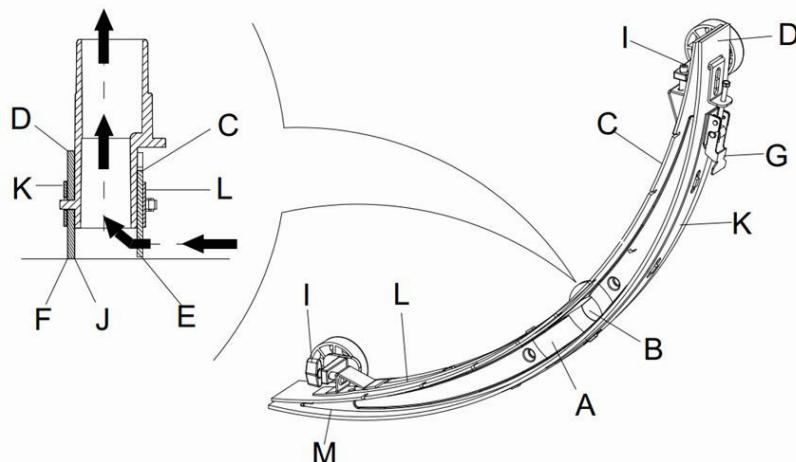

Figure 15
2. Appuyez sur l'interrupteur d'alimentation (41) sur la position "O" pour éteindre la machine.
3. Dévissez les molettes (16) de la raclette, débranchez le flexible d'aspiration de la raclette puis retirez la raclette.
4. Utilisez la poignée de levage de la raclette (14) pour soulever le cadre de support de la raclette.
5. Nettoyez la raclette (Figure 15). Nettoyez en particulier la rainure (A, Figure 15) ainsi que les saletés et les fragments dans le tube d'aspiration. Vérifiez si la bavette avant (C) et la bavette arrière (D) de la raclette sont intactes et s'il n'y a pas de bords usés ou déchirés. Remplacez-les si nécessaire (voir les étapes dans la partie suivante).
1. Suivez les méthodes indiquées dans la section précédente pour nettoyer la raclette (Figure 15)
2. Vérifiez le bord (E, Figure 15) de la bavette avant de la raclette et le bord (F) de la bavette arrière (D) de la raclette. Sur toute la longueur, ils doivent au même niveau. Dans le cas contraire, réglez leurs hauteurs grâce à la procédure suivante.
- Desserrez le clip (G) pour séparer la bavette arrière (D) de la raclette du support (M) afin de régler la position de la raclette. Après le réglage, verrouillez à nouveau le clip.
- Desserrez la vis de la poignée (I) pour régler la bavette avant (C) de la raclette. Serrez la vis de la poignée après le réglage.
3. Vérifiez si la bavette avant (C) et la bavette arrière (D) de la raclette sont intactes et s'il n'y a pas de bords usés ou déchirés. Si nécessaire, remplacez-les selon les méthodes suivantes. Vérifiez si le bord avant de la bavette arrière de la raclette (J) est usé. S'il est usé, la raclette peut être installée à l'envers (le bord supérieur doit être intact). Si le bord supérieur est également usé, changez-la en suivant la procédure ci-dessous :
- Desserrez le clip (G) pour séparer la bavette de pression du support (M), retirez la barre de fixation (K) puis remplacez ou retournez la bavette arrière (D) de la raclette. Réinstallez la bavette arrière de la raclette dans le sens inverse du retrait.
- Desserrez la vis de la poignée (I) et retirez la barre de fixation avant (L) puis remplacez la raclette a0vant (C).